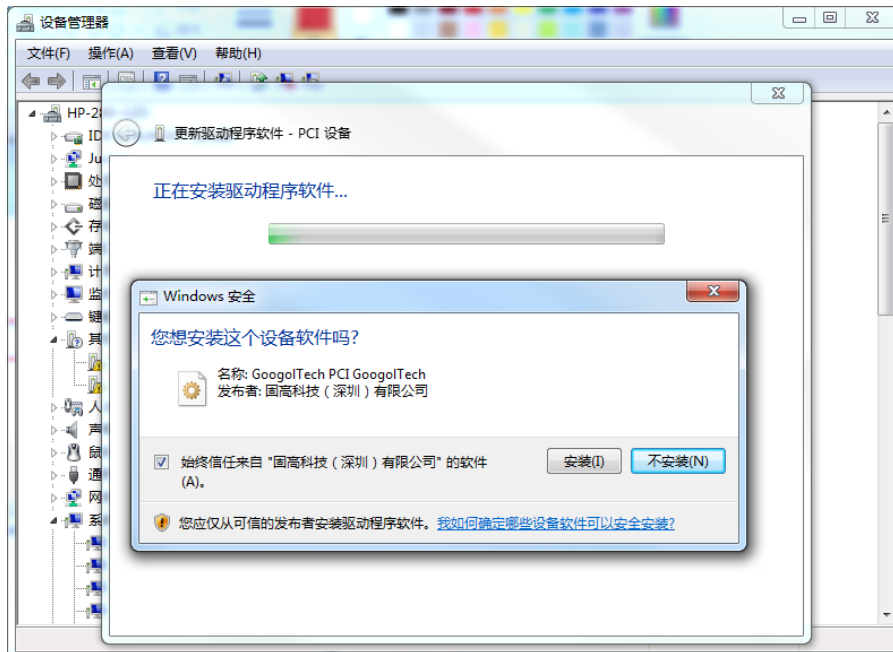

图 2-5 控制卡驱动程序安装界面 5
(6) 如图 2-5 所示，勾选“始终信任来自”固高科技（深圳）有限公司的软件 (A)”，点击“安装 (I)”。